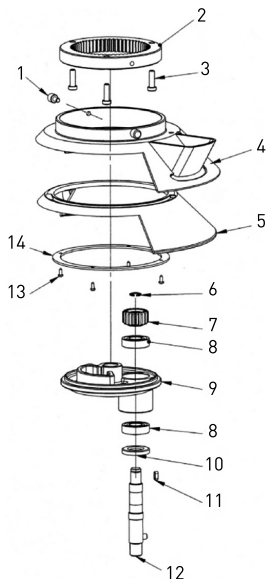

Figuur 3: Mechanisme heffen kom
- Mechanisme heffen kom (Figuur 3);
### Onderdelenlijst Figuur 3